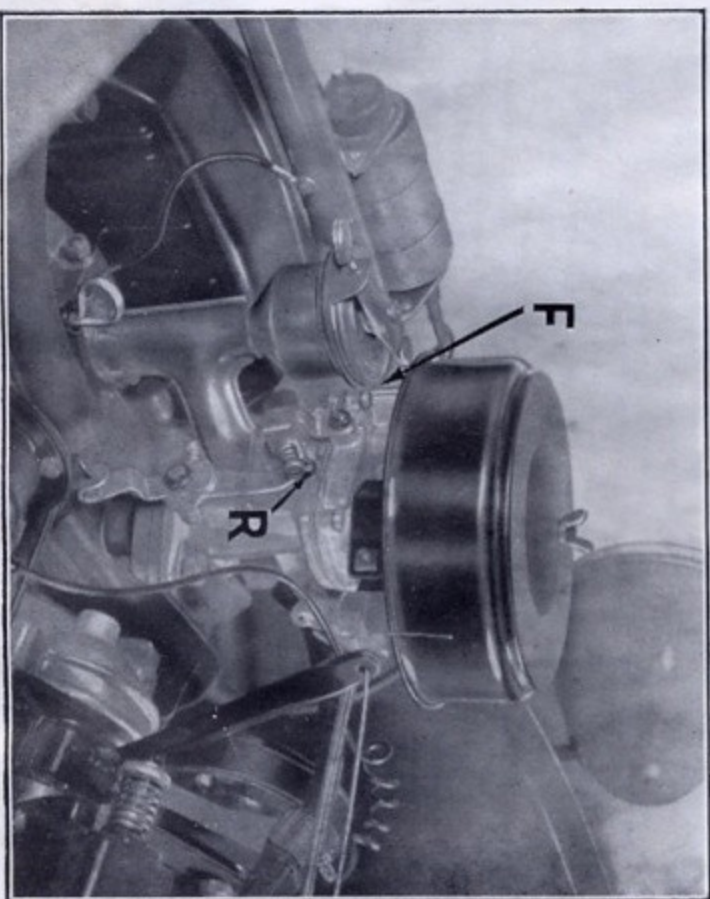

Fig. 9. — (Côté gauche sens de la marche)
La figure 9 vous indique les emplacements où vous pouvez à la rigueur intervenir pour un nettoyage :
A. — A l'entrée du carburateur, à côté du raccord de la canalisation (en F fig. 9), il y a un autre filtre constitué par